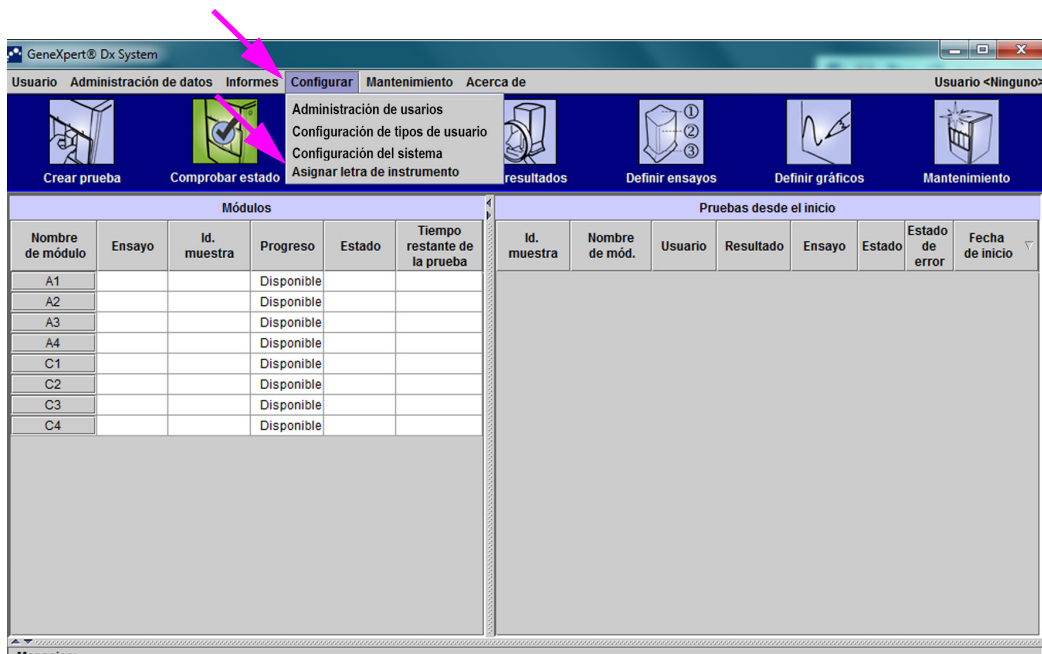
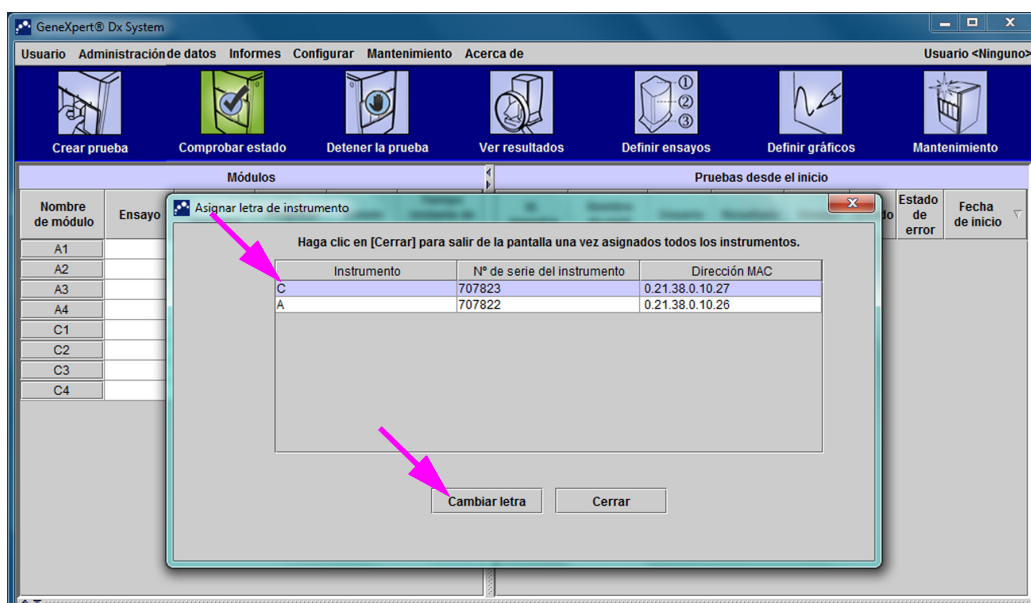

Figura 2-66. Ventana GeneXpert Dx System con el menú desplegable Configurar
Figura 2-67. Ventana GeneXpert Dx System con el cuadro superpuesto Asignar letra de instrumento
3. Para garantizar que las asignaciones de letra coinciden con el instrumento GeneXpert GX-XVI haga clic en **Configurar** en la ventana GeneXpert Dx System (consulte la figura 2-66) y, a continuación, seleccione **Asignar letra de instrumento** en el menú desplegable. Aparece el cuadro de diálogo Asignar letra de instrumento (consulte la figura 2-67). Al mismo tiempo, parpadearán los indicadores LED verdes de los cuatro módulos que conforman el cuadrante seleccionado.
4. Para cambiar la letra de asignación, haga clic para seleccionar el instrumento y, a continuación, haga clic en **Cambiar letra** en el cuadro de diálogo Asignar letra de instrumento (consulte la figura 2-67).
- Haga clic en **Cerrar** para cerrar el cuadro de diálogo Asignar letra de instrumento (consulte la figura 2-67).